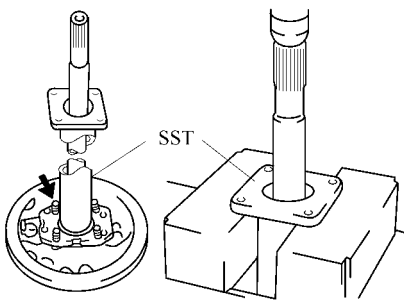

图 14-117 用压床拆下后桥轴和轴承护圈
3) 用 4 个螺母将后桥轴拆卸工具装到后板上，使用压床拆下后桥轴和轴承护圈，如图 14-117 所示。